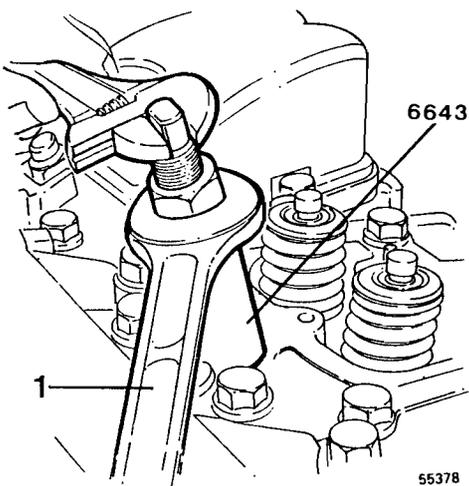

Fig. 42
- c) Desmontar los inyectores con el extractor 999 6643\*, véase fig. 42.
- 11 Quitar los inyectores, véase fig. 42.